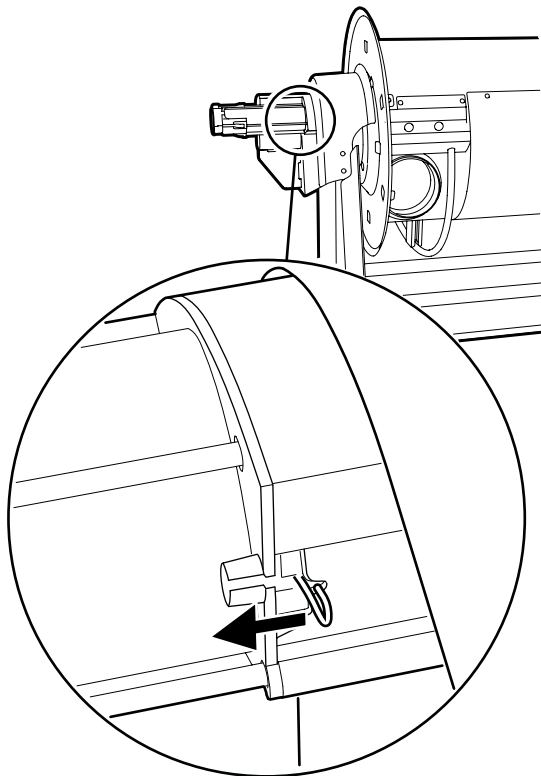

Fig. 5
Voir la Fig. 5.
2. Débrayez le moteur, voir Fig. 5.